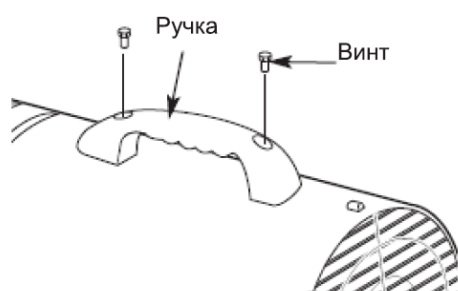

Рис. 8 Установка ручки на модель нагревателя ТК-12000, ТК-20000
1. Совместить отверстия в верхней части кожуха с двумя монтажными отверстиями на ручке так, как это показано на рис.8.
4. Установить ручку на фланец топливного бака. Продеть винты сквозь отверстия на фланце и в опорной раме для колес так, как это показано на рис.8, затем вручную затянуть гайки на каждом из винтов.